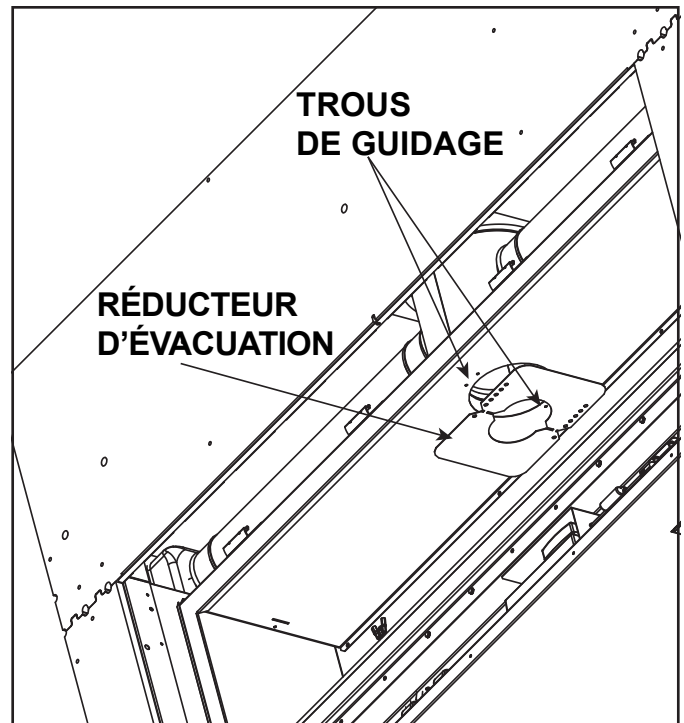

Figure 4.15 Réducteur d'évacuation
1. Localisez les deux trous de guidage à l'intérieur de la chambre de la boîte à feu, comme il est indiqué à la figure 4.15.